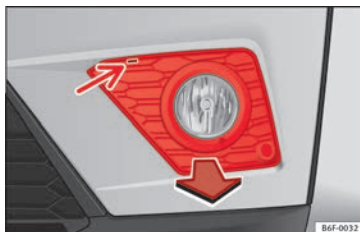

Bild 113 Dimljus: Dra ut grillen
1. Lyft spåret med en skruvmejsel » bild 113 (pil). Lossa sedan clipsen som återfinns längs med grillens kant genom att dra i dem.